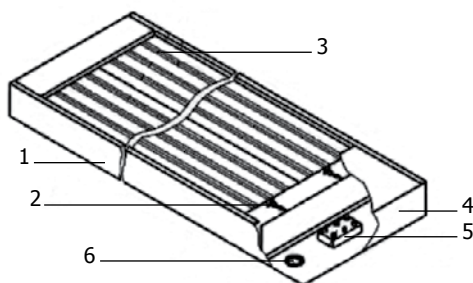

Рис. 1 - Обогреватель инфракрасный
4. Комплект монтажных деталей находится внутри обогревателя под съемной крышкой 4 (см. рис. 1). В комплект входят две цепи (11 звеньев для обогревателя RИH-R800G и RИH-R1000G и 15 звеньев для обогревателя RИH-R2000G) и четыре карабина.